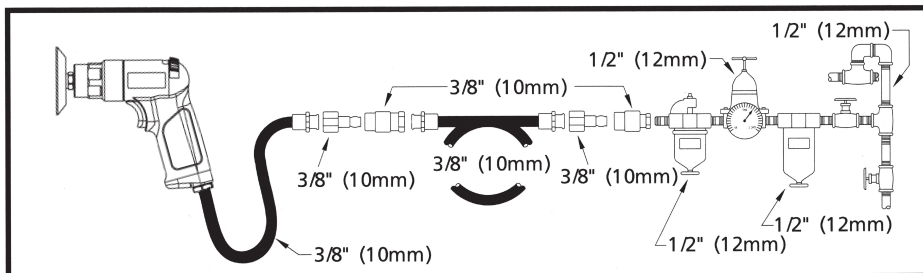

Figura 2 - Preparación de Tubería de Aire Recomendada
1. La herramienta requiere aire limpio y seco suministrado a una presión de 620 kPa bar. Cualquier presión superior puede reducir drásticamente la vida útil de la herramienta. Conecte la herramienta en la línea de aire usando el tubo y la manguera; encaje las piezas según los tamaños indicados en Figura 2.
Cuando no utilice la herramienta, cuando vaya a cambiar algún accesorio o vaya a efectuar reparaciones, cierre siempre el suministro de aire, cierre la manguera de drenaje de presión de aire y desconecte la herramienta. No dirija nunca el chorro de aire hacia usted o ningún otro. La manguera de conexión puede ser muy peligrosa, verifique siempre la manguera y sus conexiones. No utilice acoplamientos de desconexión rápida con esta herramienta. Para el uso correcto, consulte las Figura 2 instrucciones.